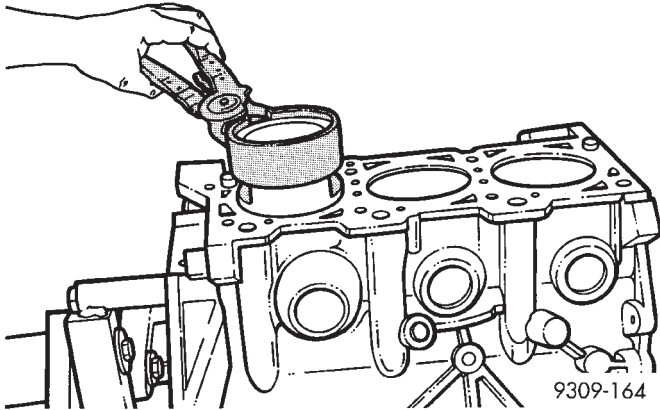

Abb. 100 Kolben und Pleuel — Einbau
(3) Vor dem Anbringen des Kolbenringspannbands sicherstellen, daß die Enden des Expanderrings stumpf aneinanderstoßen und daß die Stöße der Abstreifschneiden wie in (Abb. 100) dargestellt versetzt zueinander angeordnet sind.
(4) Kolbenboden und Kolbenringe in sauberes Motoröl tauchen. Kolbenringspannband über den Kolben schieben und mit dem entsprechenden Schlüssel spannen. **Darauf achten, daß sich die Lage der Ringe hierbei nicht ändert.**